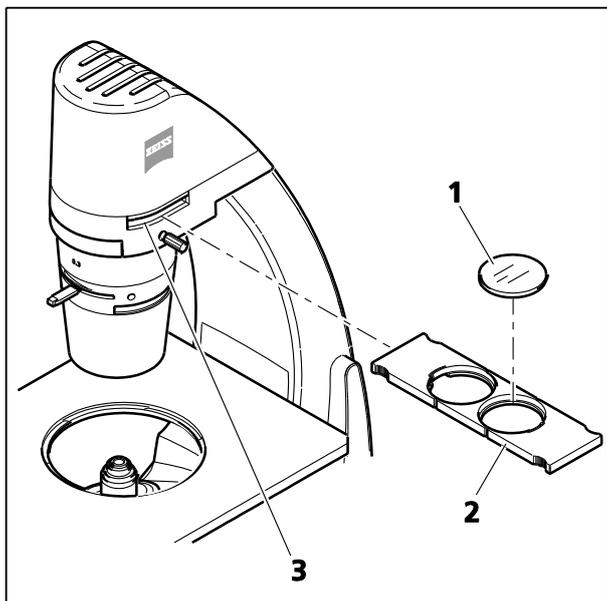

Fig. 5 Installation du curseur de filtre
- Placer le filtre coloré (Fig. 5/1) ou le filtre d'interférence vert (diamètre  $d=45$  mm) dans l'ouverture du curseur de filtre.
- Pousser le curseur de filtre à 2 positions (Fig. 5/2) depuis le côté gauche ou droit dans la fente (Fig. 5/3) de la partie supérieure du support jusqu'à ce qu'il soit engagé dans la position souhaitée.